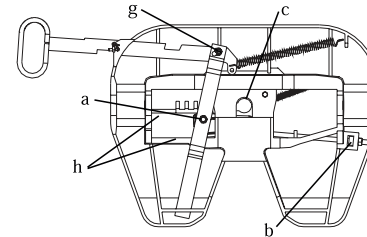

Abbildung 11 - Bauteile der Sattelkupplung mit Kennung
2. Alle Schmierpunkte (a bis h in Abb. 11) mit sauberem Fett schmieren.